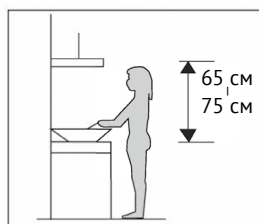

Рис. 1
- 2.** Для достижения наилучшего эффекта вытяжку следует размещать на расстоянии 65-75 см от варочной поверхности. См. рис. 1.